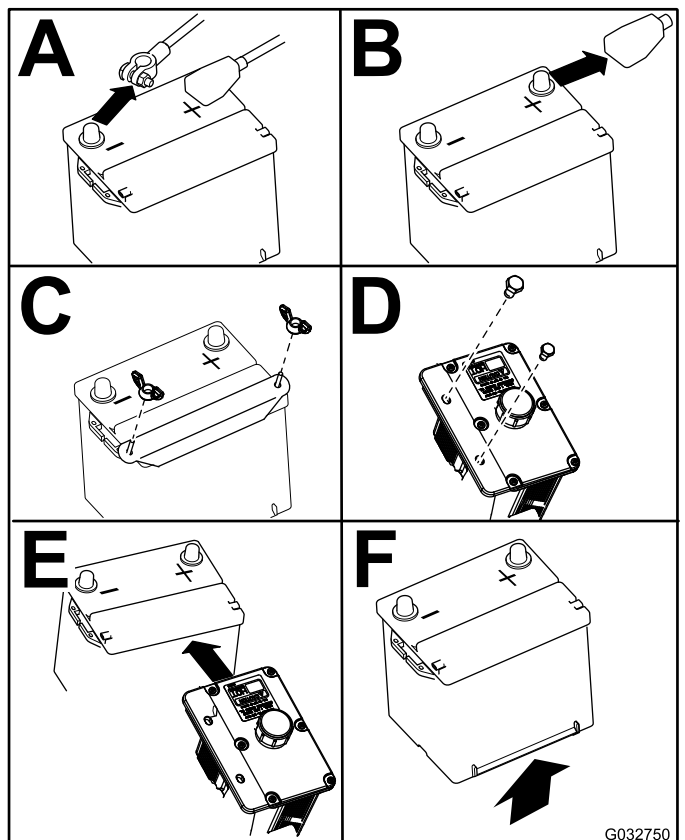

Figura 72
4. Remova a bateria como se mostra na Figura 72.